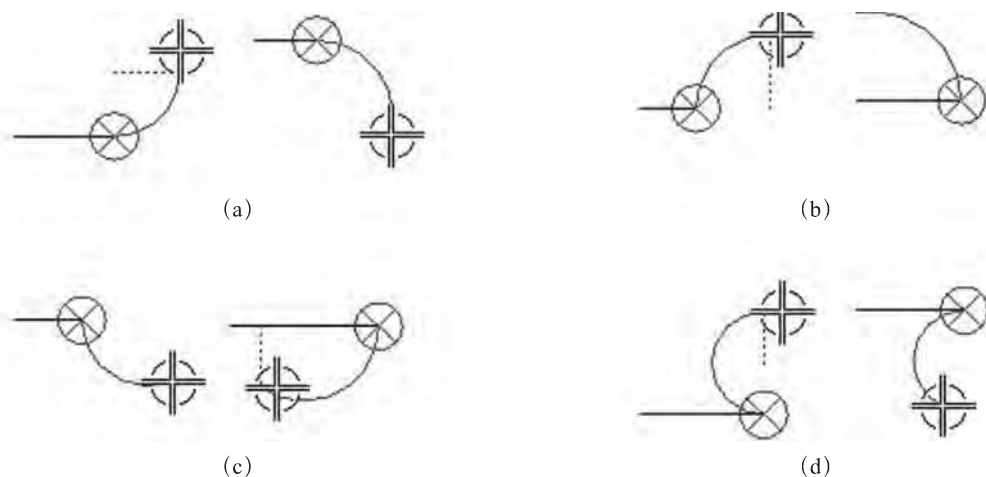

图 2-38 直线接画圆弧时方向的控制
2.  轮廓：连续画直线或直线接画圆弧。当绘制直线接画圆弧时要注意画圆弧时方向的控制，对于一个端点来说，画圆弧时不同的射出方向靠端点处一个小的象限圆⊗控制，光标从哪个象限引出，则圆弧从哪个象限射出，可以是逆时针方向，也可以是顺时针方向，如图2-38所示。